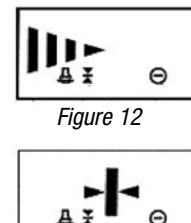

Figure 12
- If the LCD shows a "right" arrow and emits slow short sounds, this indicates that the laser level signal is located to the left of the detector (Fig. 12).
- Une flèche vers la droite et des signaux brefs lents indiquent que le signal laser est situé à la gauche du détecteur (Fig. 12).